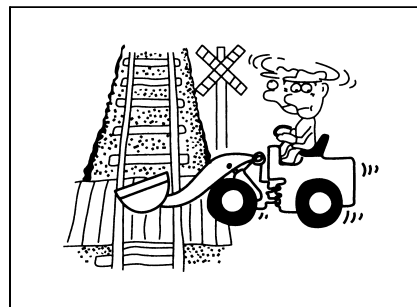

Рис. 1-40
- При движении по обычной дороге следует соблюдать правила уличного движения, не мешать уличному движению, особенно следует быстро проходить перекрестки(рис. 1-40).